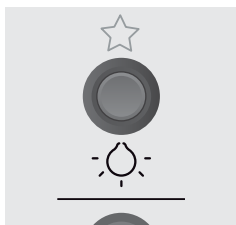
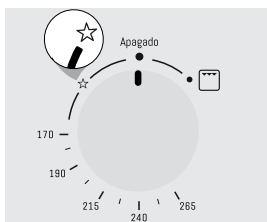
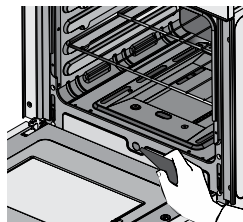

Figura 21 . Interruptor encendido electrónico
Figura 22. Selector de temperatura con encendido automático
Figura 23. Encendido manual
2. Sin dejar de presionar la perilla, accione el interruptor del encendido electrónico ☆ figura 21 o en caso de tener encendido automático gire la perilla hasta la posición ★ figura 22. De lo contrario utilice un encendedor manual (Ver Figura 23).